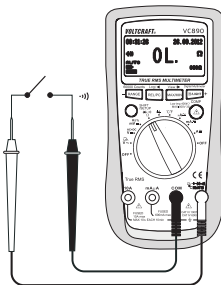

Fig. 7
1. Allumez le DMM et sélectionnez la plage de mesure «  $\Omega$  ». Appuyez sur la touche SHIFT/SETUP (3) jusqu'à ce que le symbole du test de diodes  $\rightarrow$  s'affiche à l'écran.
2. Insérez le cordon de mesure rouge dans la douille de mesure  $^{\circ}\text{CHzV}\Omega$  (7), le cordon de mesure noir dans la douille de mesure COM (8) (Fig. 7).